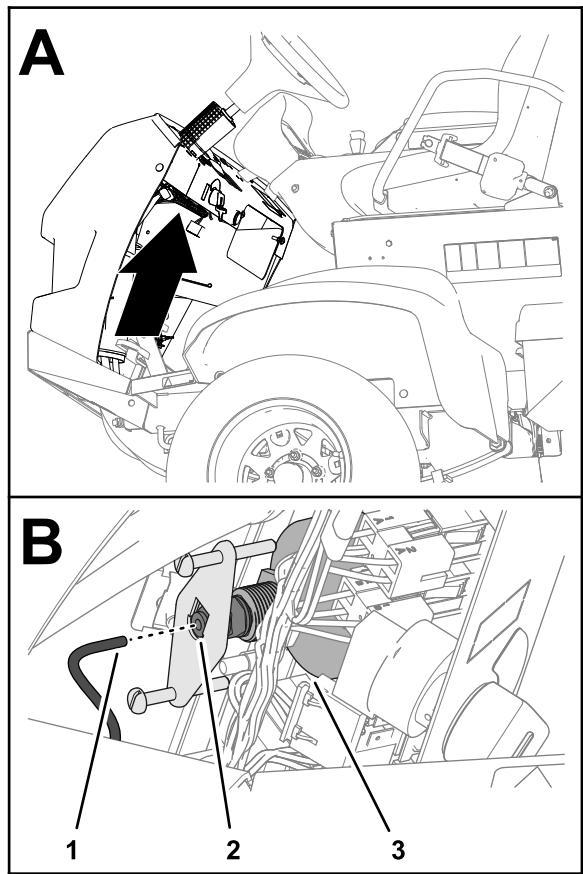

Figura 133
1. Introduzca el tubo del manómetro en el acoplamiento del tubo situado en la parte trasera del manómetro (Figura 133).